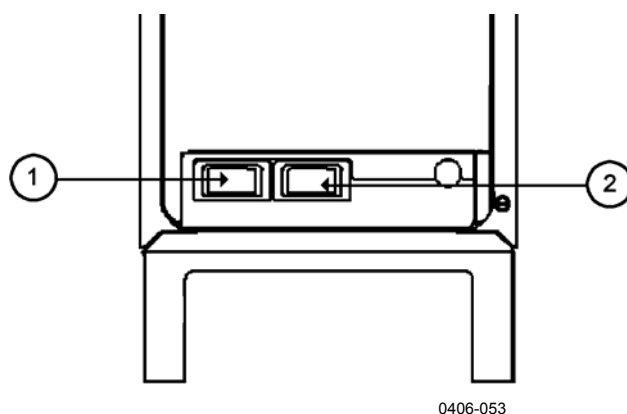

Рисунок 12 Выключатели CL31
1. поставьте выключатель F1 в положение **Off** (см. рис. 12).
3. поставьте выключатель F1, выключатель оконного кондиционера F2 и выключатель батареи в положение **On**. После этого замигает с интервалом 2 с светодиод **Laser on**. Загорятся также 6 светодиодов диагностики. Расположение светодиодов и выключателей показано на рис. 12 и 13.